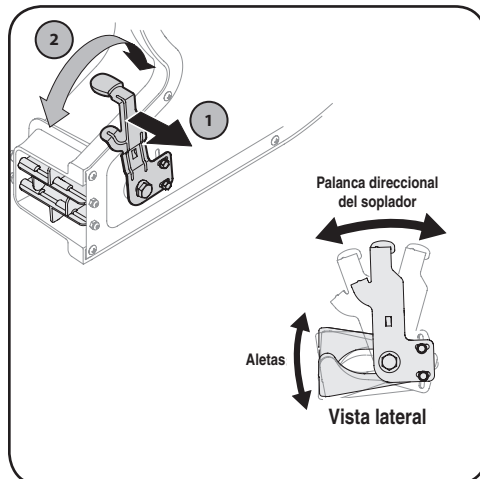

Figura 4-3
1. Tire de la palanca hacia afuera del soplador. Consulte la Figura 4-3.